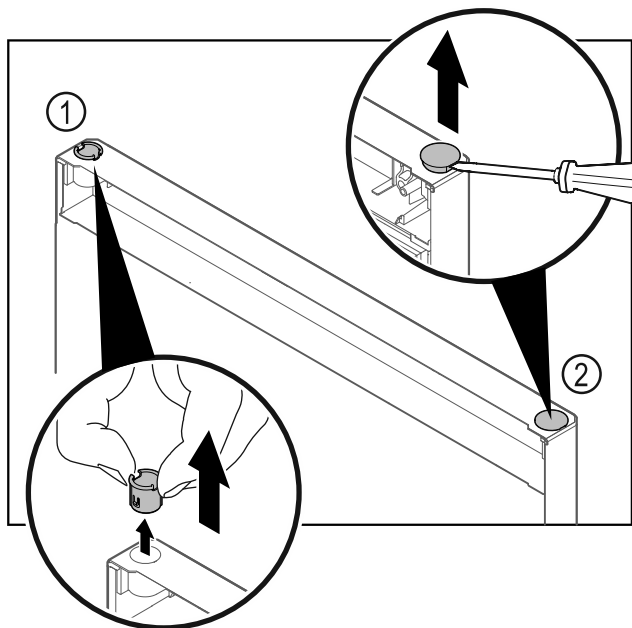

Fig. 24
- ▶ Dra ut gångjärnsbussningen Fig. 24 (1) med fingrarna.
- ▶ Lyft försiktigt upp täckpluggen Fig. 24 (2) med en spårskruvmejsel och dra ut den.